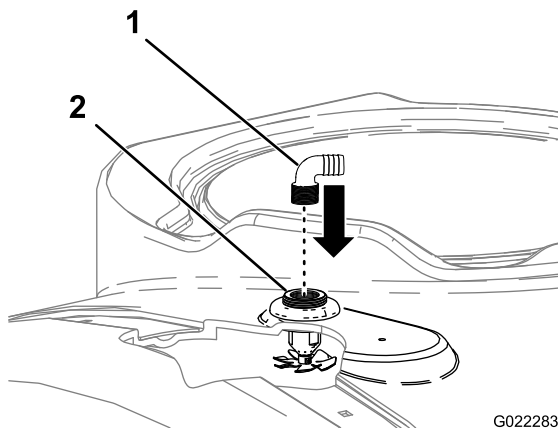

Figura 7
4. Instale as duas uniões roscadas de bico de lavagem nas aberturas roscadas das uniões roscadas do bico de lavagem (Figura 7).